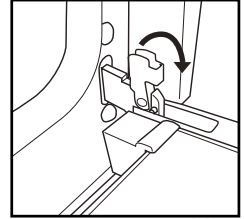

Abb. 1
2. Ziehen Sie die Schließhaken der Scharniere bis zum Anschlag nach vorne (Abb. 1).
1. Den Rost mit dem erhöhten Teil „A“ nach oben zeigend waagrecht einschieben (Abb. 1).